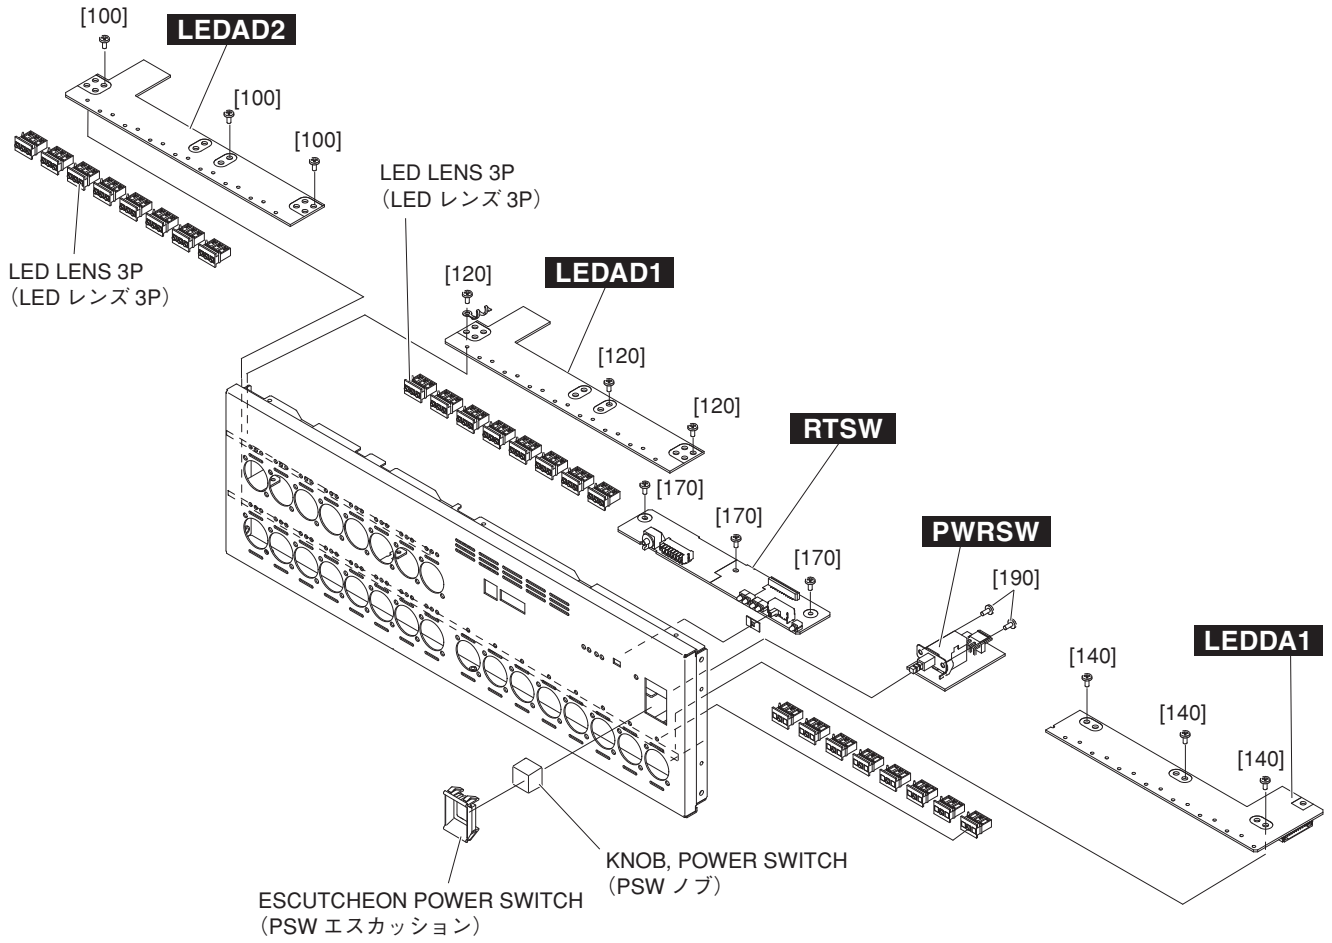

Fig. 7 (図 7)
- 8-3. Remove the three (3) screws marked [120]. The LEDAD1 circuit board (INPUT 1–8) can then be removed. (Fig. 7)
- 8-4. Remove the LED lens (3P). (Fig. 7)
- 9-5. Remove the three (3) screws marked [100]. The LEDAD2 circuit board (INPUT 9–16) can then be removed. (Fig. 7)
- 9-6. Remove the LED lens (3P). (Fig. 7)
- 10-3. Remove the three (3) screws marked [170]. The RTSW circuit board can then be removed. (Fig. 7)
- 11-3. Remove the two (2) screws marked [190]. The PWRSW circuit board can then be removed. (Fig. 7)
- 11-4. Remove the power switch knob from PWRSW circuit board. (Fig. 7)
- 12-5. Remove the three (3) screws marked [140]. The LEDDA1 circuit board can then be removed. (Fig. 7)
- 12-6. Remove the LED lens (1P). (Fig. 7)
- 8-3. [120] のネジ 3 本を外して、LEDAD1 シート (INPUT 1–8) を外します。(図 7)
- 8-4. LED レンズ 3P を外します。(図 7)
- 9-5. [100] のネジ 3 本を外して、LEDAD2 シート (INPUT 9–16) を外します。(図 7)
- 9-6. LED レンズ 3P を外します。(図 7)
(図 7)
- 11-3. [190] のネジ 2 本を外して、PWRSW シートを外します。(図 7)
- 11-4. PWRSW シートより PSW ノブを外します。(図 7)
- 12-5. [140] のネジ 3 本を外して、LEDDA1 シートを外します。(図 7)
- 12-6. LED レンズ 1P を外します。(図 7)